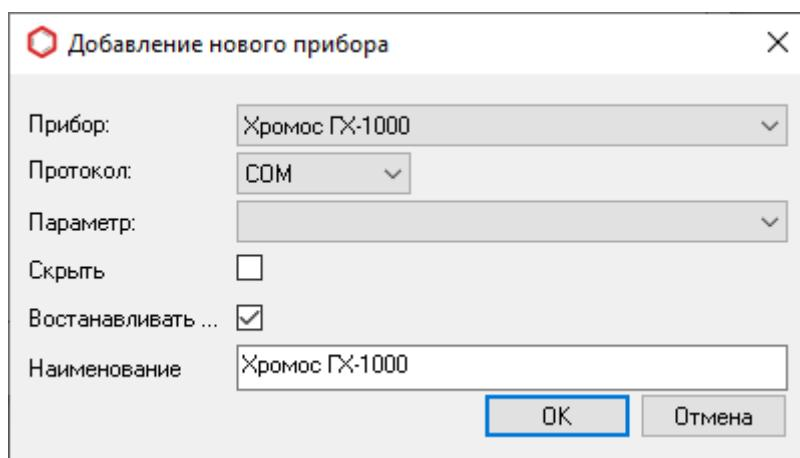

Рис. 106: Окно «Добавление нового прибора»
6. Чтобы добавить прибор, нажмите **Добавить**. Откроется окно *Добавление нового прибора* (Рис. 106):